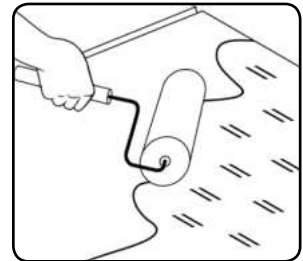

fig. 3
-Limpiar bien el suelo e imprimir con una imprimación adecuada (Ver fig. 3).